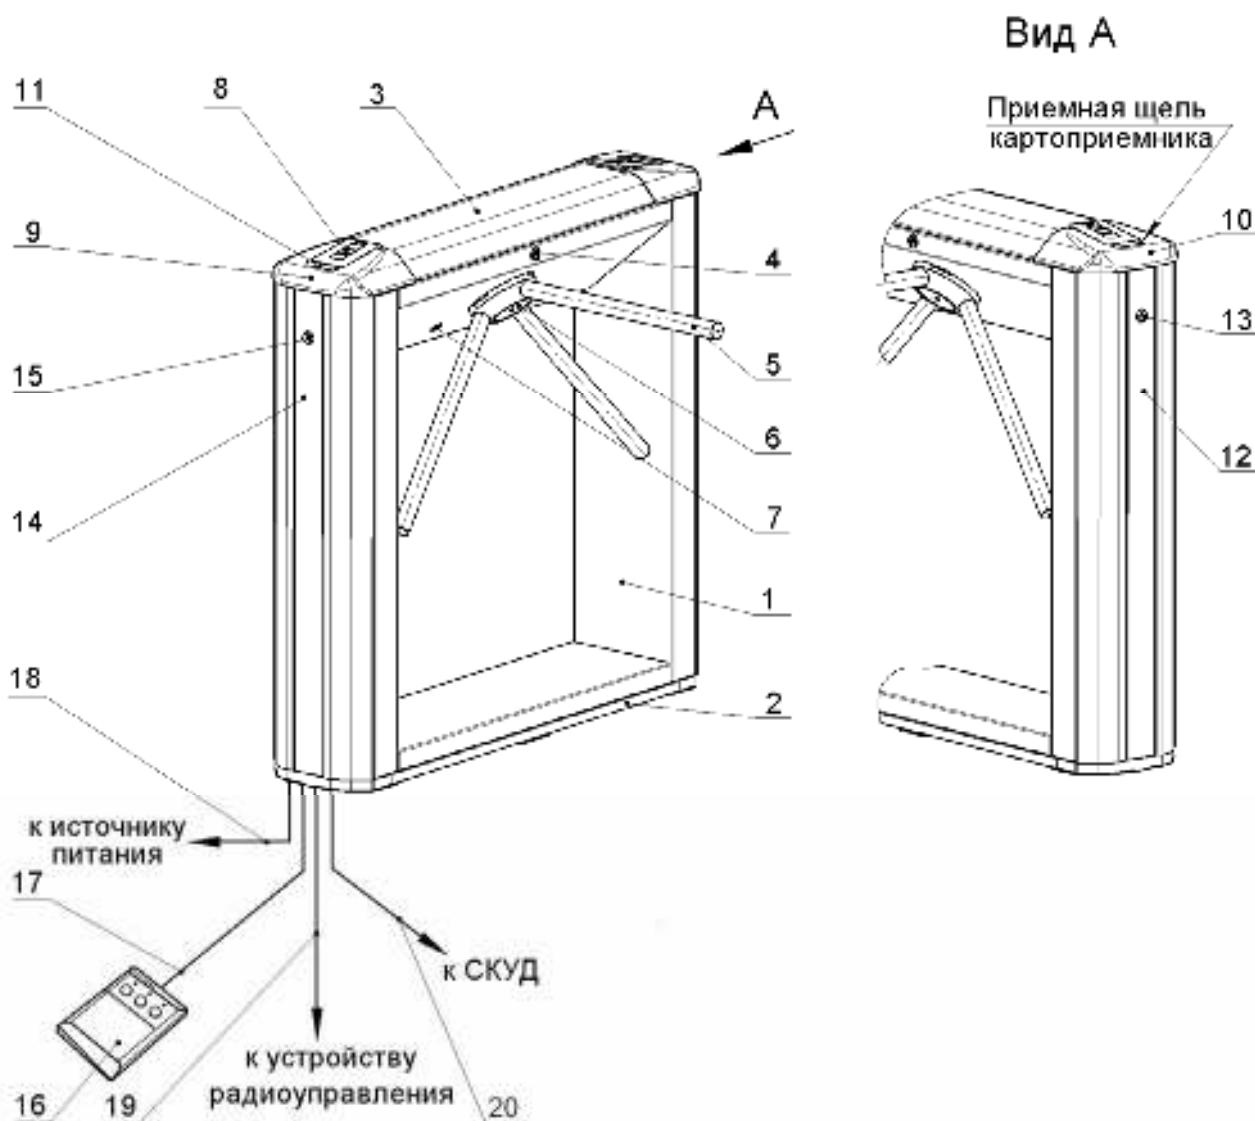

Рисунок 2 Устройство турникета
5.2.1 Общий вид турникета показан на рис. 2. Номера позиций в тексте *Руководства* указаны в соответствии с рис. 2.
Турникет состоит из стойки с установленной в нее платой встроенной электроники (CLB), двумя считывателями и картоприемником, трех преграждающих планок и пульта управления (см. рис. 2, позиции 1-3, 5 и 16).